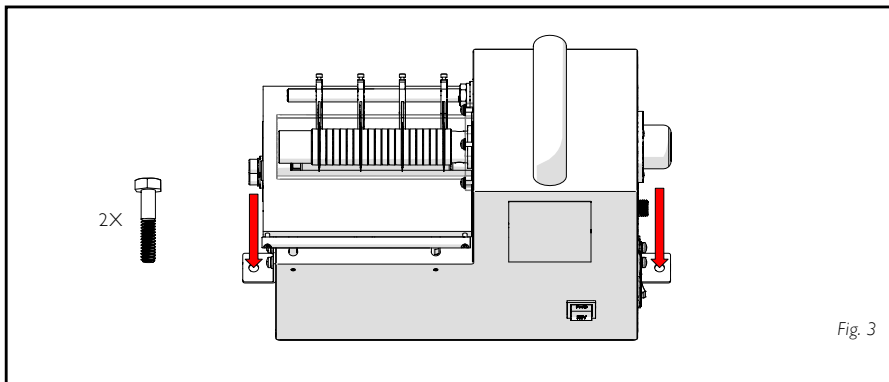

Fig. 3
- Установите машину на верстак (крепления в комплект не входят). Мы рекомендуем использовать болты $\frac{1}{4}$ дюйма или 6 мм, соответствующие шайбы и гайки, чтобы закрепить машину на месте. Рис. 3